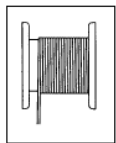
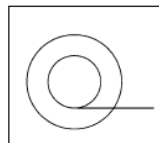

Fig. 3. Korrekt (jævn) oprulning.
Fig. 6. Wireudgang under tromlen.
- Kontrollér spillet og dens funktion før brug. Wiren skal være korrekt oprullet på wiretromlen. Se fig. 3.
Spillene leveres med oprullet stålwire, der er udstyret med lastkrog. Sørg for, at stålwiren oprulles korrekt på wiretromlen. Se fig. 3, 4 og 5. Der skal være mindst **tre wireomgange** tilbage på tromlen, når wiren er trukket ud. Wiren skal udgå fra wiretromlens underside som vist på fig. 6 for at sikre minimal belastning af spilllets fastgørelser.
Ved udskiftning af stålwiren skal man sørge for at vælge en egnet wire (diameter og konstruktion), jf. "Tekniske data". Stik den nye wires ende ind i tromlens hul og stram den indbyggede klemme med unbrakoskrue, se fig. 10. Rul wiren på uden at sno den, og sørg for, at wiren oprulles jævnt og tæt som vist på fig. 3.